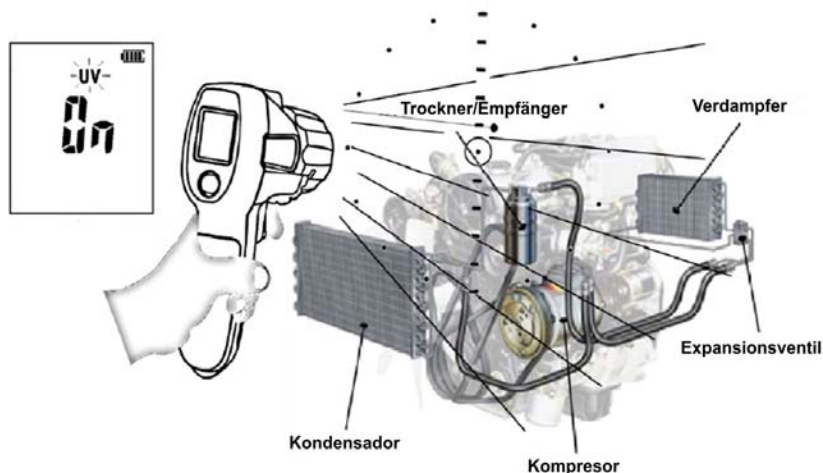

Abb. 20: Messung der Lecktemperatur des Kühlmittels
3. Richten Sie den blauen Laserstrahl (siehe Abb. 3 – Teil 2), der Kühlmittellecks ermitteln kann, auf den Motor (siehe Abb. 20) und führen Sie die Messung wie oben beschrieben durch.